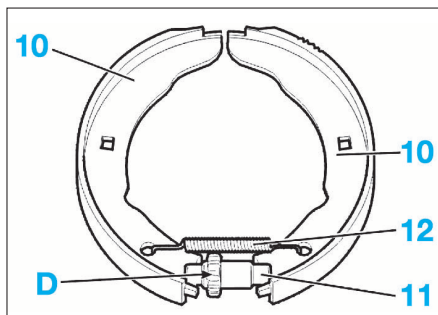

FIG. 15
- respecter le sens de montage du mécanisme de réglage (11) (Fig.15).
- côté droit : orienter la face (D) du mécanisme de réglage vers l'arrière du véhicule.
- côté gauche : orienter la face (D) du mécanisme de réglage vers l'avant du véhicule.
- le mécanisme de réglage (11) doit être en position d'écartement maxi des segments (10).